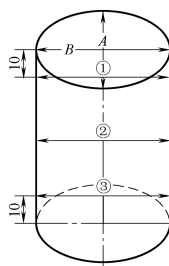

图 1-70 气缸
1) 气缸的测量位置。在测量时,应在活塞全行程内的①、②、③三个断面附近测量,如图1-70所示,以便正确地测量出气缸的最大磨损量以及圆度和圆柱度偏差。气缸①、②、③三个测量断面的位置是:第一道活塞环上止点稍下处,此断面一般是气缸的最大磨损断面;气缸中部测量断面位于活塞上、下止点中间的位置;气缸下部测量断面取活塞到下止点时最下一道活塞环对应的位置附近。**注:用钢直尺测量三个断面位置。**